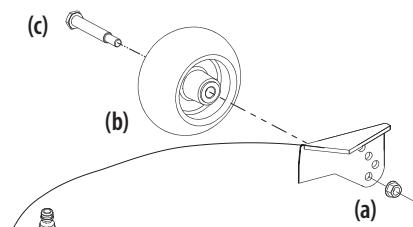

Figure 11
6. Retirez l'écrou autobloquant (a), la roue antidégazonnement (b) et le boulon à épaulement (c) du plateau de coupe. Voir Figure 11.
- Insérez le boulon (c) dans un des quatre trous du support de roue. Il faut un dégagement de 6,35 mm (1/4 po) à 12,7 mm (1/2 po) entre la roue et le sol. Voir Figure 11.